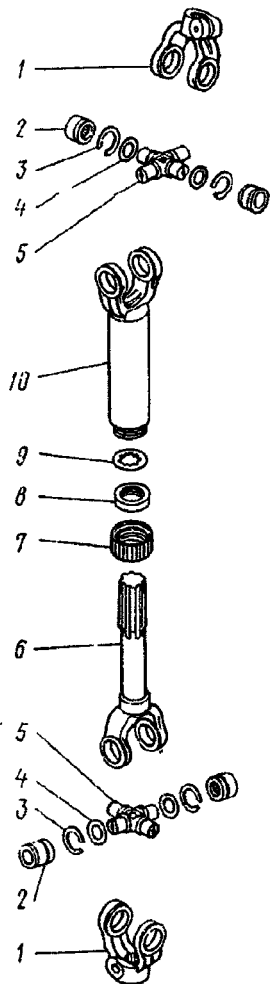

Рис. 279. Вал карданный рулевого управления:
<p>Разборка карданного вала</p> <p>1. Отверните обойму 7 (рис. 279) уплотнительного кольца 8, выньте шлицевой стержень 6 в сборе с шарниром из втулки 10, выньте упорное кольцо 9 и уплотнительное кольцо 8 2. Закрепите шлицевой стержень 6 в сборе с шарниром в тисках. Снимите упорные кольца 3, выпрессуйте подшипники 2, снимите крестовину 5 в сборе с вилкой 1</p> <p>Примечание. Перед разборкой выдержите шарнир в керосине в течение 30 мин для устранения возможных прихватываний деталей шарнира из-за коррозии</p>	<p>Оправка, трубный ключ</p> <p>Отвертка, молоток, тиски, посуда для керосина, медная выколотка</p>
6. На шейки крестовины 5 (см. рис. 279) наденьте уплотнительные кольца 4, введите крестовину в отверстия вилки шлицевого стержня 6 и, придерживая крестовину, запрессуйте подшипники 2 в отверстия вилки. Установите упорные кольца 3.	Молоток, оправка, посуда для смазки